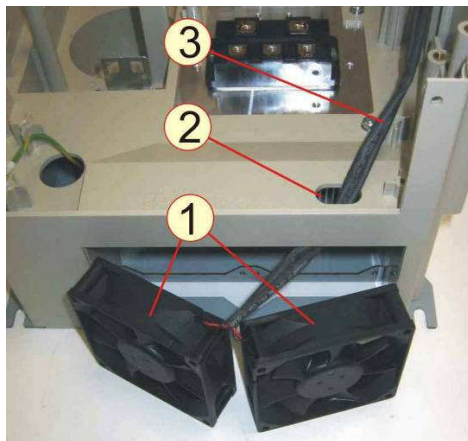

Рис.7.21
7.12.1. Взять два вентилятора 1, расположить их рядом крыльчатками к себе, при этом кабели 3 вентиляторов должны находиться вверху, свить кабели вместе и продеть их в отверстие 2 корпуса (рис.7.21).